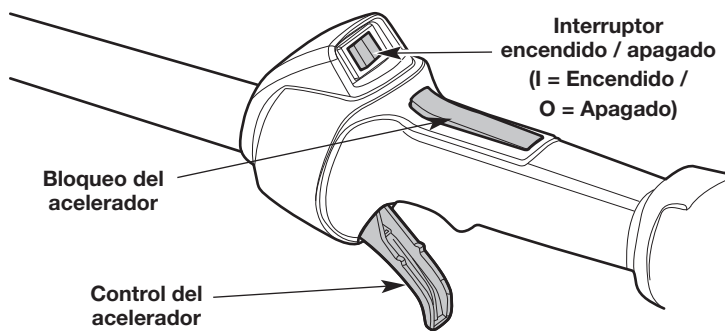

Fig. 5
NOTA: No hay necesidad de encender la unidad. El interruptor de Encendido/Apagado debe estar en la posición **Encendido (I)** en todo momento (Fig. 5).
NOTA: NO apriete el control del acelerador (Fig. 5) hasta el paso 6.
6. Oprima y mantenga apretado el bloqueo del acelerador (Fig. 5). Apriete el control del acelerador según sea necesario para el funcionamiento (Fig. 5).
2. Oprima y no suelte el interruptor de control de Encendido y Apagado en la posición **Apagado (O)** hasta que el motor se detenga por completo (Fig. 5).